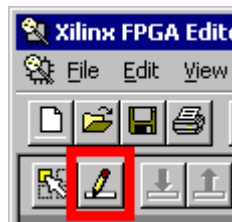

図 4 : DCM の設定を変更するために [Edit Mode] ボタンをクリック
- 図 4 に示すように、アイコン バーから修正モードのボタンをクリックします。